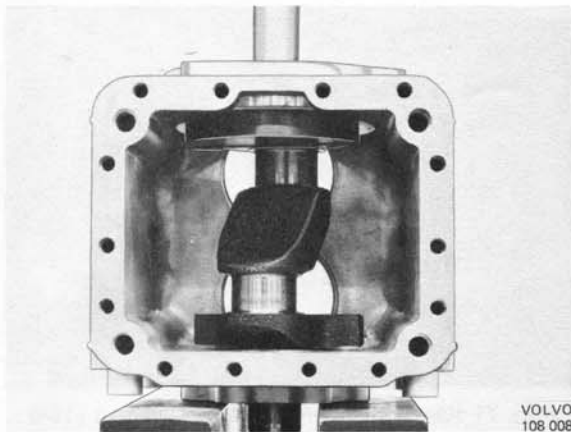

Abb. 65 Einbau der Kurbelwelle im Kurbelgehäuse
12. Kurbelwelle im Kurbelgehäuse versenken und dabei auf den Innenring des vorderen Lagers zentrieren. Kurbelwelle herunterpressen, bis der Lagerinnenring die Kurbelwange berührt (Abb. 65). **Hinweis!** Wird die Kurbelwelle nicht bis zur Auflage der Kurbelwange am Lagerinnenring heruntergepreßt, können Lagerschäden entstehen.